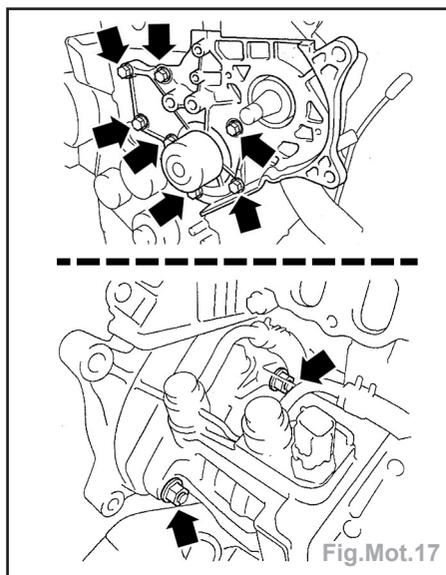

Fig.Mot.17
- les 2 écrous de fixation de la pompe d'injection (Fig.Mot.17),